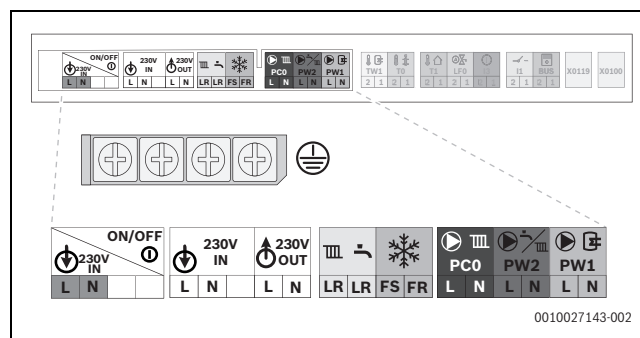

Fig. 124 Plaque de tension réseau : bornier
- Raccorder le câble au bornier des accessoires externes (→ Figure 124 et figure 125).